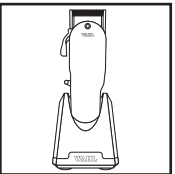
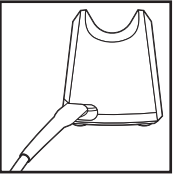

FIGURE 2
FIGURE 3
- Para los aparatos con sode de cargement,** posez la tondeuse dans le socle de chargement de façon à ce que la plaque d'identification soit orientée vers l'avant. *(Figure 2)* Branchez d'abord la fiche du cordon d'alimentation au socle de chargement, puis à la prise de courant. *(Figure 3)* *(Tous les appareils ne sont pas munis d'un socle de chargement.)*